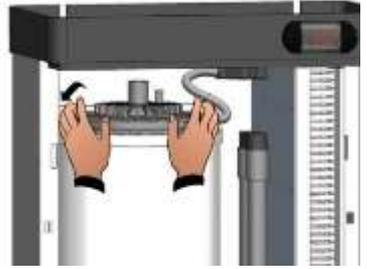

Fig. 30
3. Desenganche el resorte posterior de fijación de la brida vapor superior deslizándola hacia el exterior del cilindro (Fig.30).